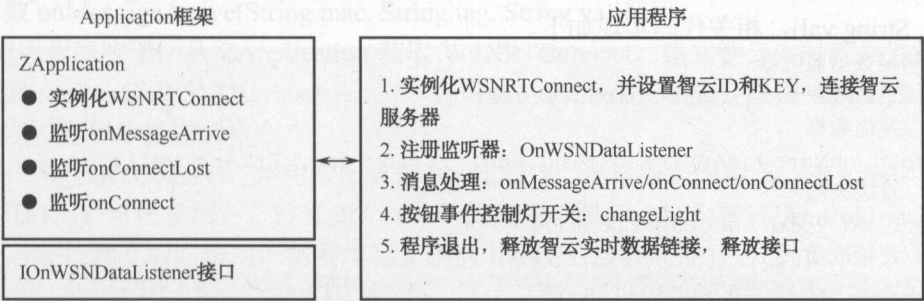

图 3.17 Android 应用程序逻辑
(2) 程序业务流程分析。根据应用编程接口, 智能灯光控制系统的应用设计主要采用实时数据 API 接口, 程序流程如图 3.17 所示。